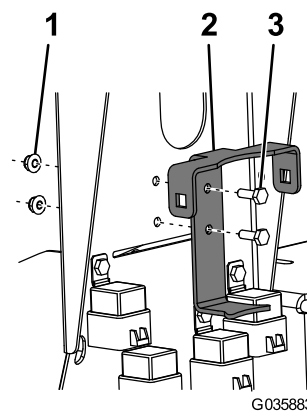

Figure 4
3. Fixez le support du filtre à charbon actif au cadre à l'aide de 2 boulons (1/4") et 2 écrous à embase (1/4"), comme montré à la Figure 4.